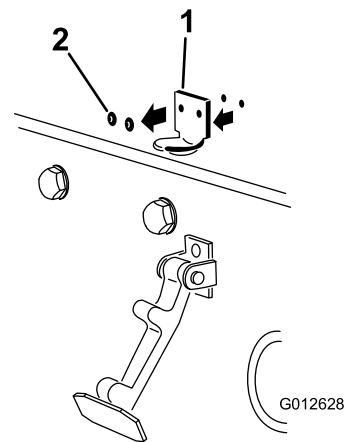

Bild 6
2. Entfernen Sie die zwei (2) Nieten, mit denen die Halterung des Motorhaubenriegels an der Motorhaube befestigt ist (Bild 6). Nehmen Sie die Halterung des Motorhaubenriegels von der Motorhaube ab.